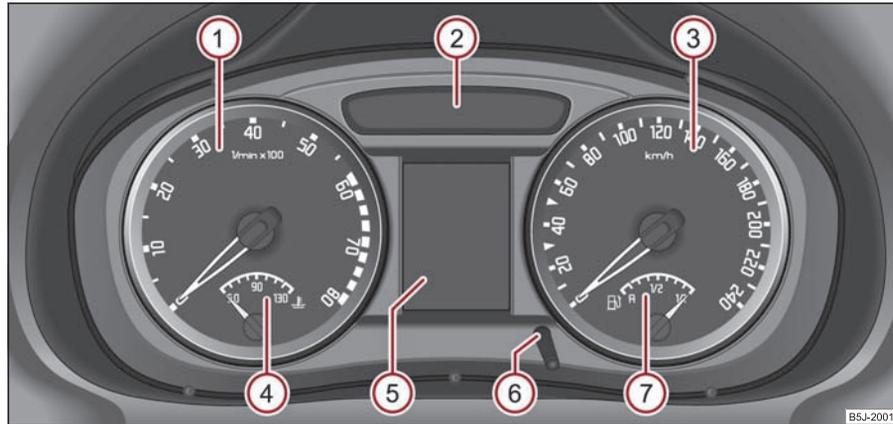

Abb. 18 Kombiinstrument
Der Beginn des roten Bereiches im Drehzahlmesser ① ⇒ Abb. 18 kennzeichnet für alle Gänge die maximal zulässige Motordrehzahl des eingefahrenen und betriebswarmen Motors. Vor Erreichen dieses Bereichs schalten Sie in den nächst höheren Gang bzw. wechseln Sie bei automatischem Getriebe in die Wählhebelstellung **D**.
Die Kühlmitteltemperaturanzeige  ⇒ Seite 15, Abb. 18 arbeitet nur bei eingeschalteter Zündung.
Die Kraftstoffvorratsanzeige  ⇒ Seite 15, Abb. 18 arbeitet nur bei eingeschalteter Zündung.
Durch kurzes Drücken des Rückstellknopfs  ⇒ Seite 15, Abb. 18 können Sie zwischen dem Tages- und Gesamtzähler der zurückgelegten Fahrstrecke umschalten. Zum Erkennen, welcher Zähler für zurückgelegte Fahrstrecke auf dem Display gerade angezeigt wird, erscheint am Tageszähler über der Angabe zur gefahrenen Strecke **trip** ⇒ Abb. 19.
Zum Einstellen der Uhrzeit ist links unten neben dem Geschwindigkeitsmesser ein Rückstellknopf angebracht ⇒ Seite 15, Abb. 18.